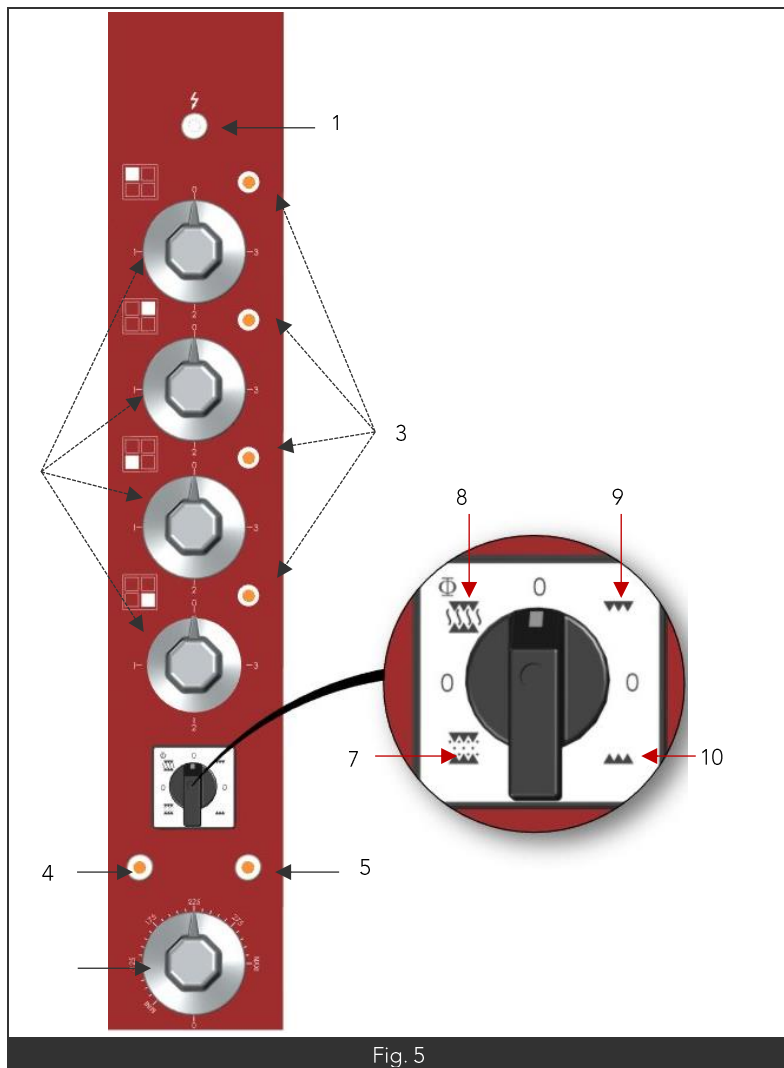

Fig. 5
- L'appareil étant sous tension le voyant blanc est allumé (Fig5 rep1)
- Tourner la manette correspondante à la zone de chauffe désirée (Fig5 Rep2) le voyant orange de chauffe s'allume (Fig5 Rep3).
- Positionner la manette du commutateur de four sur la position désirée (voute, voute sole, sole) le voyant orange s'allume (Fig5 Rep4 ou 5).
- Tourner la manette du thermostat (Fig5 Rep6) sur la température désirée.